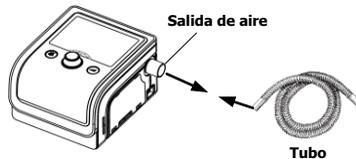
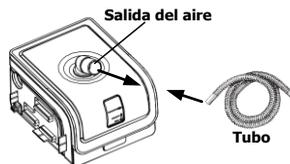

Fig. 11-6
Fig. 11-7
(1) Conectar un extremo del tubo a la salida de aire del dispositivo principal, como se muestra en la Fig. 11-6. Si el dispositivo principal se utiliza con un humidificador, conecte un extremo del tubo a la salida de aire del humidificador, tal como se muestra en la Fig. 11-7.